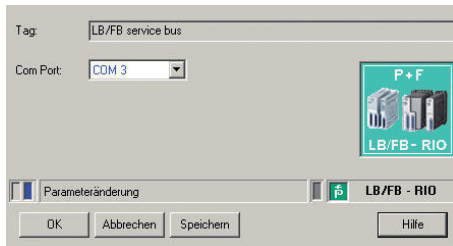

Abbildung 5.3: COM-Port einstellen
7. Stellen Sie den benötigten COM-Port ein (siehe Abbildung 5.3 auf Seite 38).